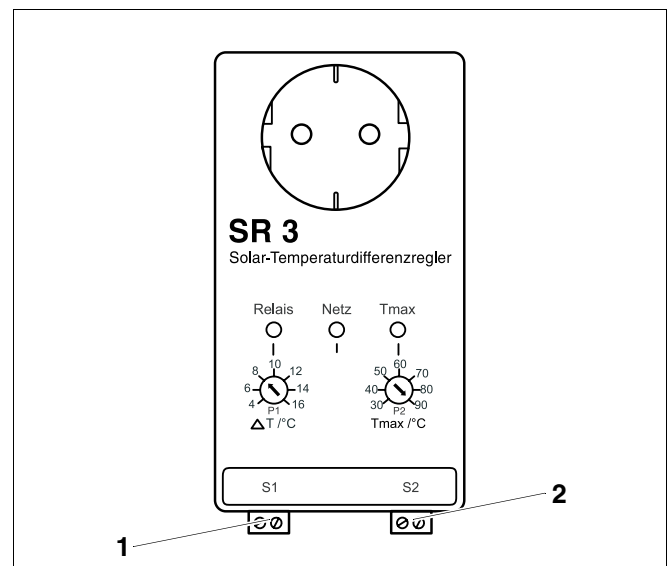

Fig. 3 Régulateur pour prise SR 3
- Raccordez le câble de la sonde du capteur FKS à la borne de raccordement S1 (fig. 3, **pos. 1**) du régulateur pour prise SR 3.
- Raccordez le câble de la sonde du préparateur FRS à la borne de raccordement S2 (fig. 3, **pos. 2**) du régulateur SR 3.